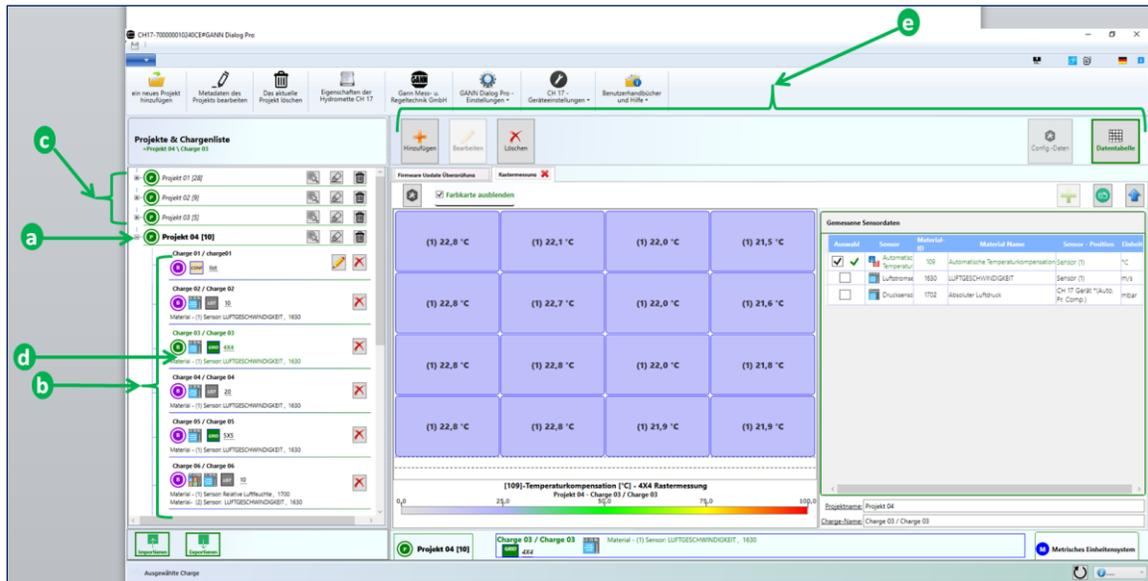

Abbildung 2-2: Projekte und Chargen
- Der Bereich **c** zeigt eine Liste der Projekte und Chargen an. Ein Projekt ist eine Sammlung von Chargen, die wiederum aus mehreren Einzelmessungen bestehen. Sie können ein Projekt aus der Projektliste und eine Charge aus der Chargenliste auswählen. Ausgewählte Elemente sind fett gedruckt (Abb. 2-1: "**Projekt: Datenlogger**" (ausgewähltes Projekt) und "**Charge 03**" (ausgewählte Charge)) oder (Abb. 2-2: „**Projekt 04**“ und „**Charge 03**“). Zusätzlich wird eine ausgewählte Charge in grüner Schrift dargestellt. Die Details der ausgewählten Charge werden auf der rechten Seite angezeigt **e**.
Ein Standardprojektordner, wie in Abbildung 2-2 dargestellt, ist wie folgt aufgebaut:
Um durch die verschiedenen Projekte zu navigieren, klicken Sie einfach auf ein Projekt in der Liste. Der Pfeil **a** in Abbildung 2-2 zeigt das aktuell ausgewählte Projekt innerhalb des Projektordners. Ein ausgewähltes Projekt ist immer fett markiert.
Um durch die verschiedenen Chargen im aktuellen Projekt zu navigieren, klicken Sie auf das entsprechende Symbol. Der Pfeil **b** in Abbildung 2-2 zeigt die Liste der Chargen aus dem ausgewählten Projekt **a**. Die aktuell ausgewählte Charge **d** wird immer fett und grün dargestellt. Die Details zu jeder ausgewählten Charge werden im rechten Bereich der
Benutzeroberfläche (e in Abbildung 2-2) angezeigt. Weitere Informationen finden Sie in Kapitel 9.5.